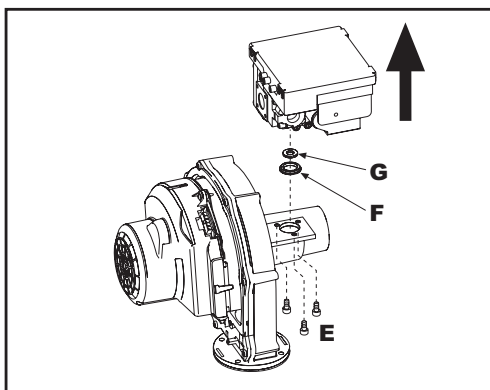
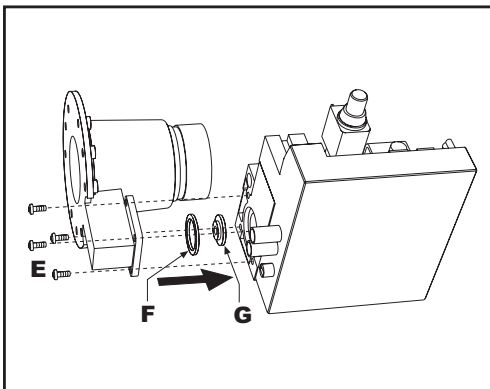

рис. 33 - Модель ENERGY TOP W 70 - W 80
рис. 34 - Модель ENERGY TOP W 125
7. Открутите винты "Е" (рис. 33 модель **ENERGY TOP W 70 - W 80** и рис. 34 модель **ENERGY TOP W 125**) и демонтируйте газовый клапан.
8. Снимите газовую форсунку "F" (см.рис. 33 для модели ENERGY TOP W 70 - W 80 и рис. 34 для модели ENERGY TOP W 125) и замените ее с форсункой, находящейся в комплекте для перенастройки, вставив последнюю в уплотнительное кольцо "G". Установите на место ранее демонтированные детали, затем проверьте систему на отсутствие утечек.